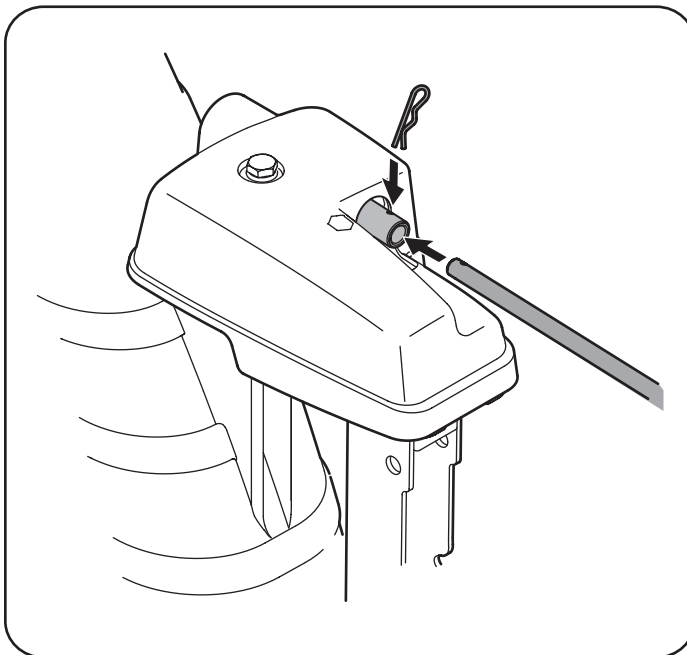

Figura 8
7. Inserte el control direccional del canal en la parte posterior de la cabeza del control del canal. Asegurar el control direccional del canal a la cabeza con el control del canal el broche de horquilla quitó antes. Ver la Figura 8.